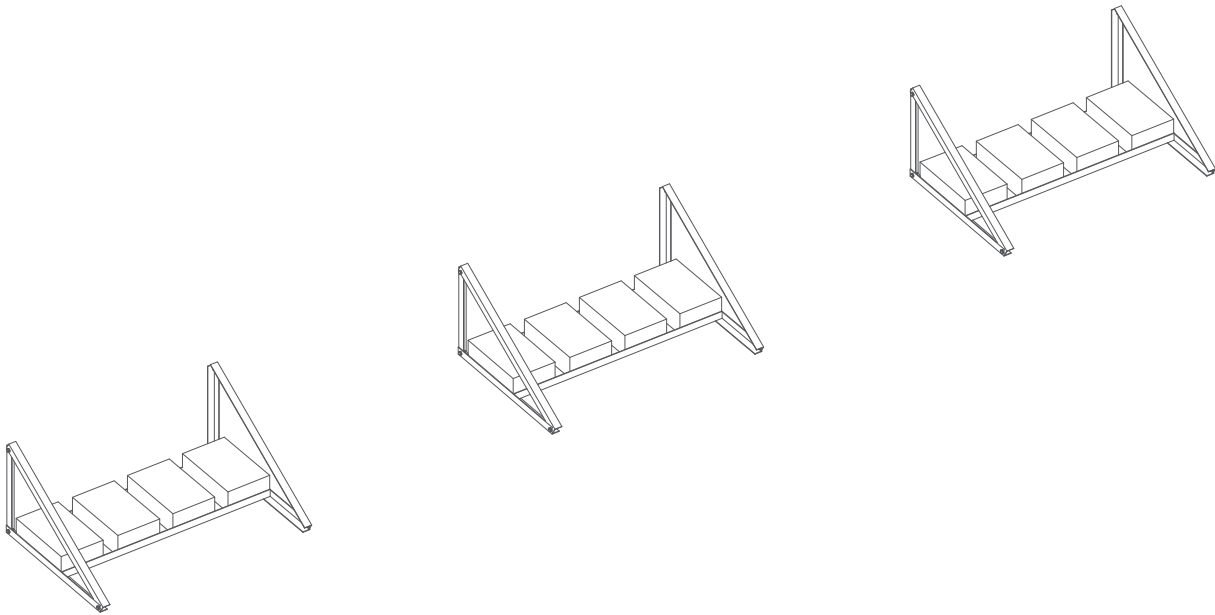

Abb. 4. Anordnung der Betonblöcke
- 3** Unter die untere Basis des Montage-Dreiecks muss man eine SBR-Gummimatte legen. Das gesamte Gebäude sollte mit Betonblöcken von 38 x 24 x 12 cm und einem Einzelgewicht von 25 kg belastet werden. Die Blöcke sollten auf die Gewichtsstangen zwischen den Dreiecken gelegt werden. Auf eine Paar Gewichtsstangen sollten 4 Betonblöcke gelegt werden (Abb. 4).